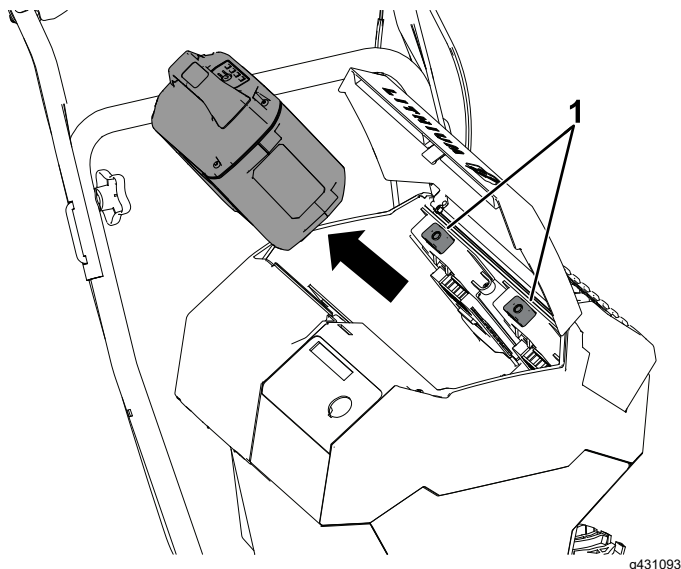

Figura 18
2. Premete il fermo del pacco batteria per rilasciarlo e rimuoverlo (Figura 18).